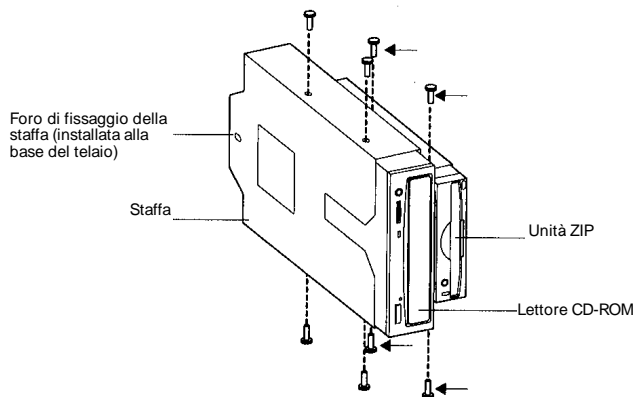

Figura 4-29 Rimozione dell'unità ZIP
2. Inserire le quattro viti che fissano l'unità ZIP alla staffa (vedere Figura 4-29).